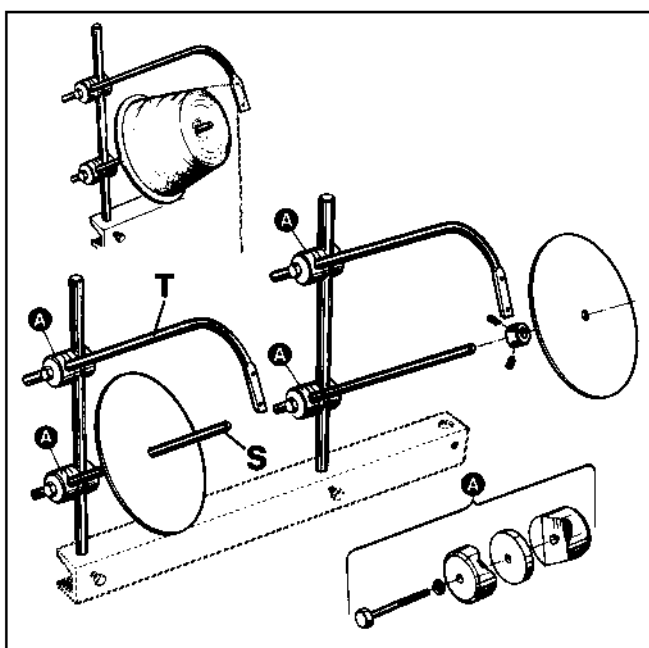

Fig. 5
Take the components of the thread stand from the accessories and assemble it as shown in Fig. 5. Choose the distance between spool pin (S) and thread guide (T) according to the size of the used cones of sewing thread. Place the thread cones onto the spool pins and thread the sewing machine, refer to paragraph "THREADING" in the instructions for the sewing machine!
Nehmen Sie die Einzelteile für den Fadenständer aus dem Zubehör und montieren Sie diesen wie in Fig. 5 gezeigt. Wählen Sie den Abstand zwischen Spulenstift (S) und Fadenführung (T) entsprechend der Größe der verwendeten Garnrollen. Setzen Sie die Garnrollen auf die Spulenstifte und fädeln Sie die Nähmaschine ein, siehe Abschnitt „EINFÄDELN“ in der Betriebsanleitung für die Nähmaschine!